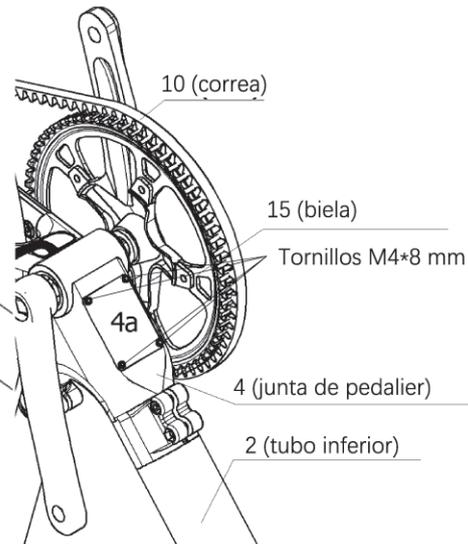

Figura 37-2.
d. Utilice una llave Allen de 3 mm para fijar la cubierta 4a en la pieza 4 con cuatro pernos M4*8 mm, como se muestra en la Figura 37-2.